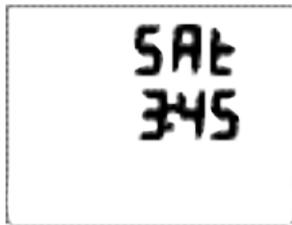

Fig. 48 - TIEMPO DESATURACIÓN
**TIEMPO DE DESATURACIÓN;** ésta es la información mostrada (Fig. 48):